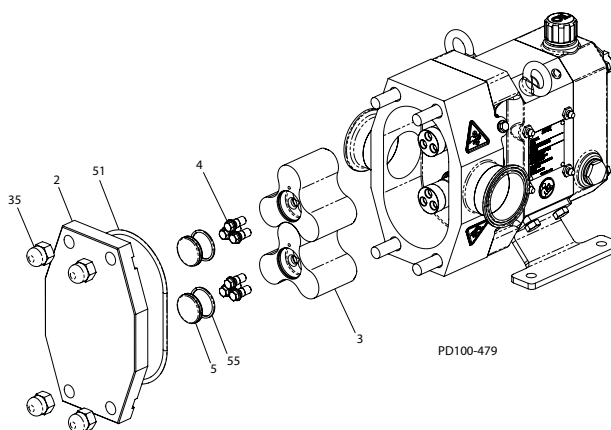

Figura 30 - Îndepărtarea capacului pompei și a rotorului
Tabel 4: Tabel explicativ pentru Figura 30
1. Îndepărtați capacul piuliței capac (Figura 30, articol 35).
1. Scoateți capacele șuruburilor (Figura 30, articol 5) rotoarelor (articolul 3). Scoateți și verificați inelele-o (articolul 55).
3. Scoateți rotoarele (Figura 30, articol 3). Dacă rotoarele nu pot fi îndepărtate manual, folosiți o mișcare de răsucire pentru a le elibera. Dacă nu reușiți, îndoiți corpul spre înainte cu un ciocan pentru a slăbi rotoarele.